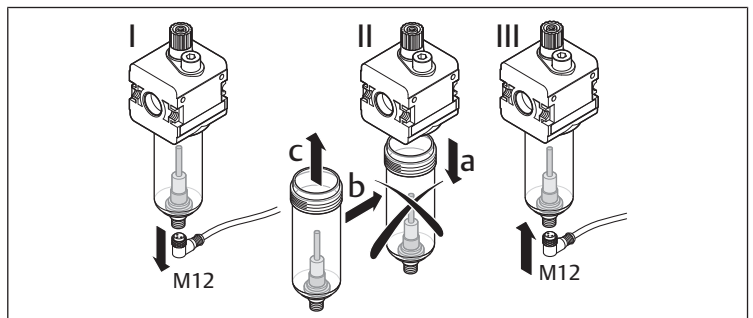

Fig. 7: Sostituzione del serbatoio con sensore
→ Fig. 7
▶ Staccare il connettore M12 del sensore dalla presa di collegamento sul lato inferiore del serbatoio di olio (→ Fig. 7 I).
▶ Sostituire il vecchio serbatoio con uno nuovo (→ Fig. 7 II b, c).
▶ Collegare il sensore tramite un connettore M12 con la presa di collegamento sul lato inferiore del serbatoio di olio (→ Fig. 7 III).